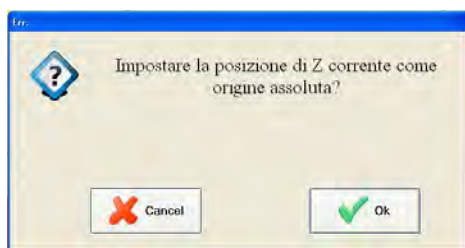

Fig. F7b
- Appuyer sur le poussoir (9a) ; frapper OK sur la page vidéo suivante (Fig. F7b)